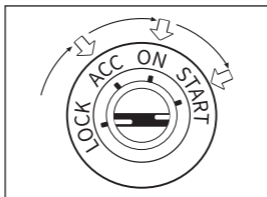

図 3.1.1
1. イグニッションをオフにし、または「LOCK」位置の (0) に置きます。(図 3.1.1 を参照)